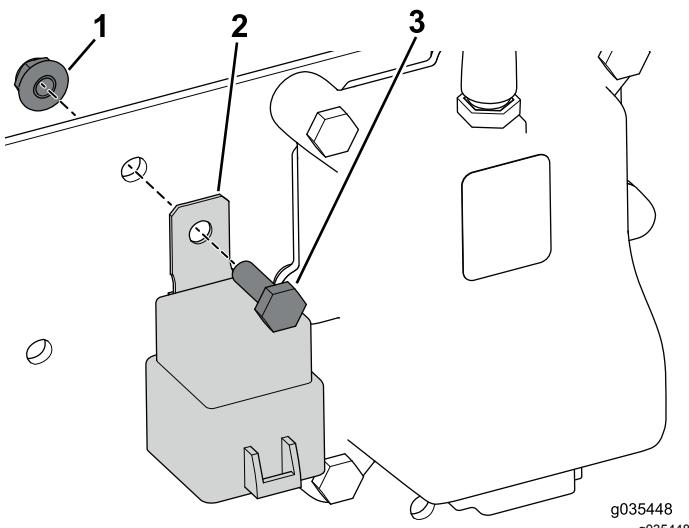

Figure 13
3. Fixez le relais à l'aide du boulon (1/4 x 3/4") et de l'écrou à embase (Figure 13).